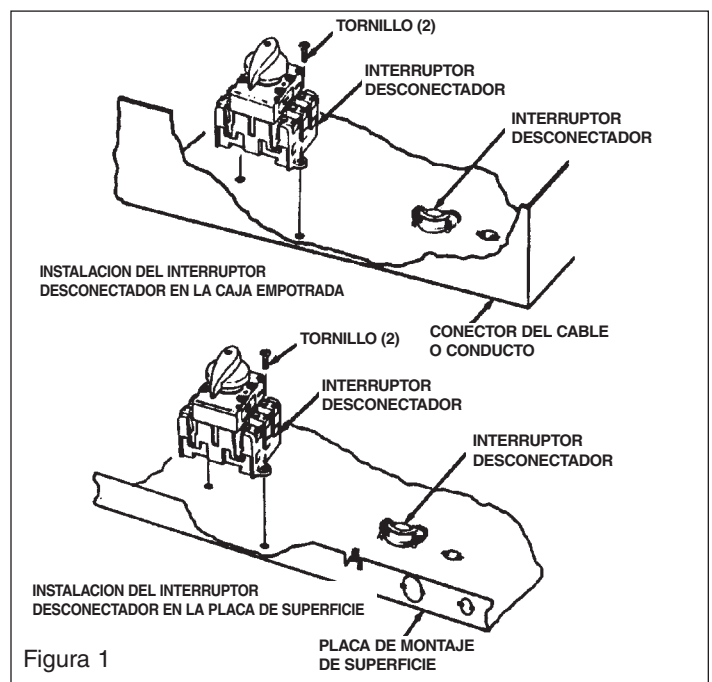

Figura 1
1. Instale el interruptor desconectador en la caja empotrada según se muestra en las instrucciones de instalación del calentador y la Figura 1 con los terminales marcados L1, L2 y L3 hacia el orificio ciego